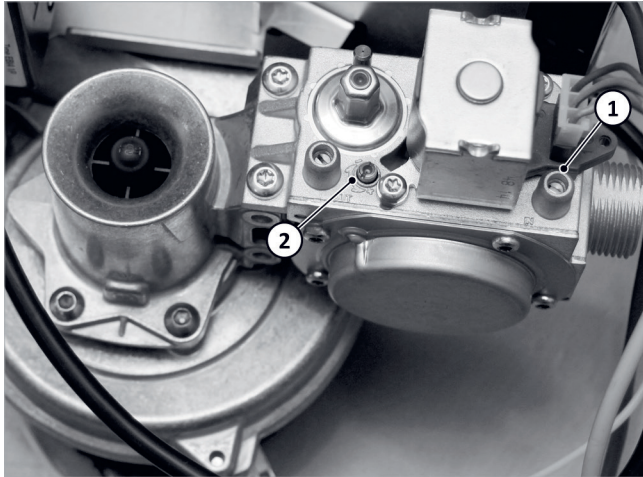

Fig. 103: impostazione del bruciatore
- Per controllare la pressione di flusso del gas con il bruciatore in funzione utilizzare il raccordo di misura → fig. 103 (1).